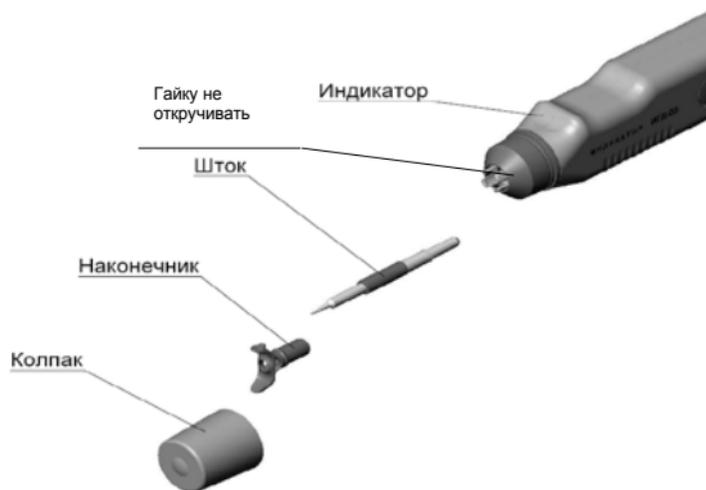

Рисунок 2 – Подготовка индикатора к очистке штокового механизма
5.2 Очистка штокового механизма индикатора от пыли и загрязнений должна проводиться по следующей методике (смотри рисунок 2):